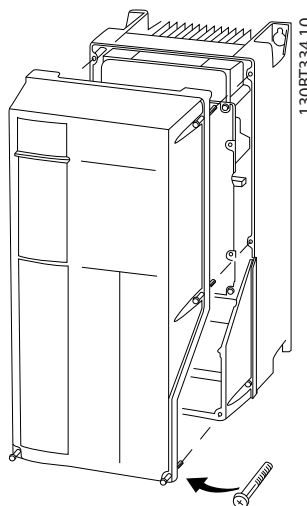

Abbildung 3.10 Zugang zu den Steuerklemmen in den Gehäusen A4, A5, B1, B2, C1 und C2
- Entfernen Sie alternativ die Frontabdeckung durch Lösen der Befestigungsschrauben. Siehe *Abbildung 3.10*.